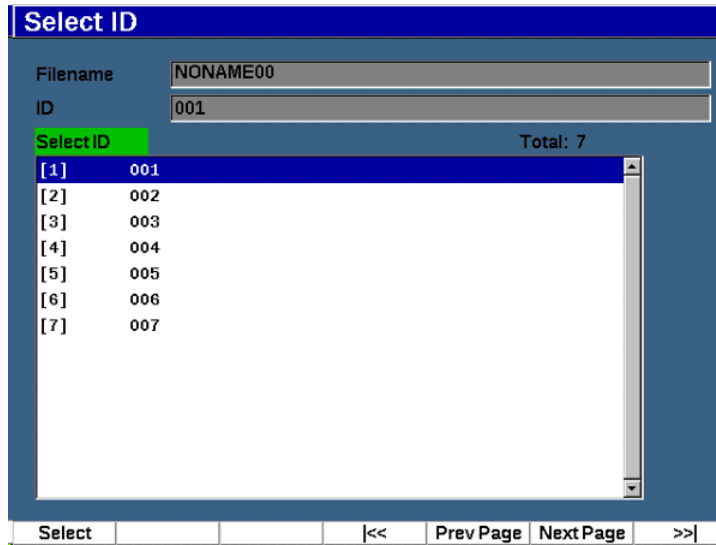

Figura 10-17 Il menu Seleziona ID
- ◆ Selezionare **File > Selez. ID** (Select ID) da un elenco di tutti gli ID disponibili nel file aperto correntemente (vedere Figura 10-17 a pagina 239).